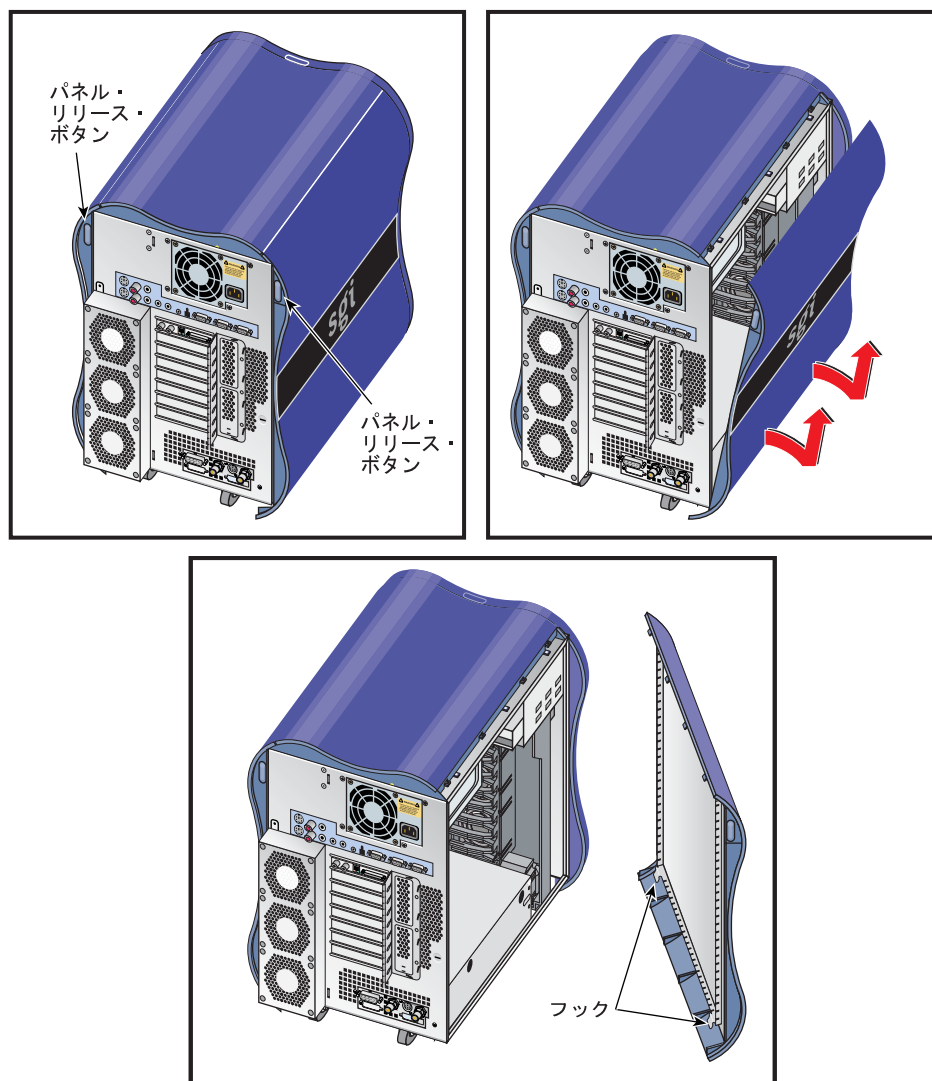

図 3-3 筐体のサイド・パネルの取外し
1. 筐体背面にあるパネルのリリース・ボタンを押します。パネルの上端を筐体から離します（図 3-3 を参照）。
2. パネルの下にあるフックが筐体にある穴から外れるまでパネルを持ち上げます。パネルの下端を筐体から離します（図 3-3 を参照）。